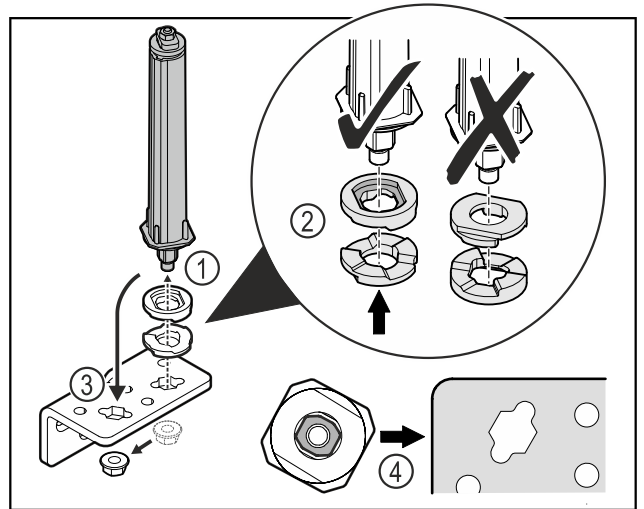

Fig. 38
- ▶ Відкрутити гайку і зняти систему запирання дверей Fig. 38 (1).
- ▶ Слідкувати за правильним розташуванням шайб для регулювання висоти Fig. 38 (2).
- ▶ Переставити систему запирання дверей у шарнірному кутику і зафіксувати гайкою Fig. 38 (3).
- ▶ Під час встановлення слідкувати за правильною орієнтацією системи запирання дверей Fig. 38 (4).